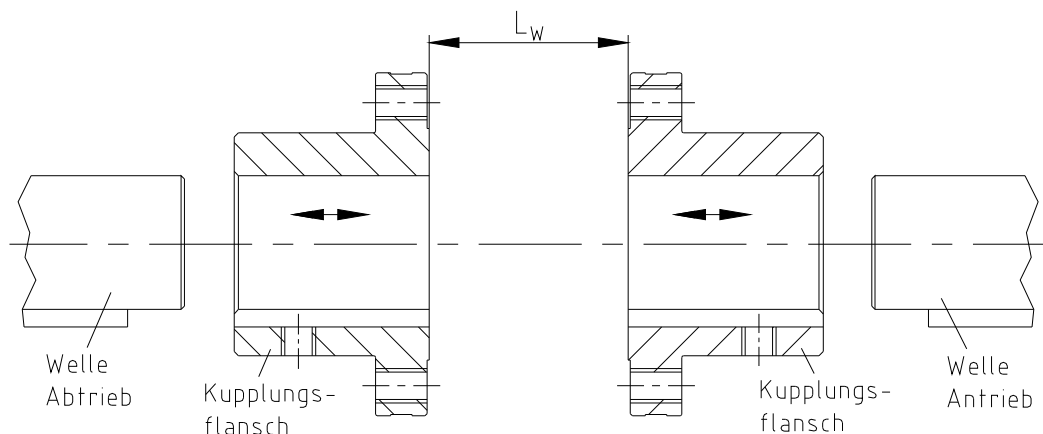

Bild 4: Montage der Kupplungsflansche
- Montieren Sie die Kupplungsflansche auf die Welle der An- und Abtriebsseite (siehe Bild 4).